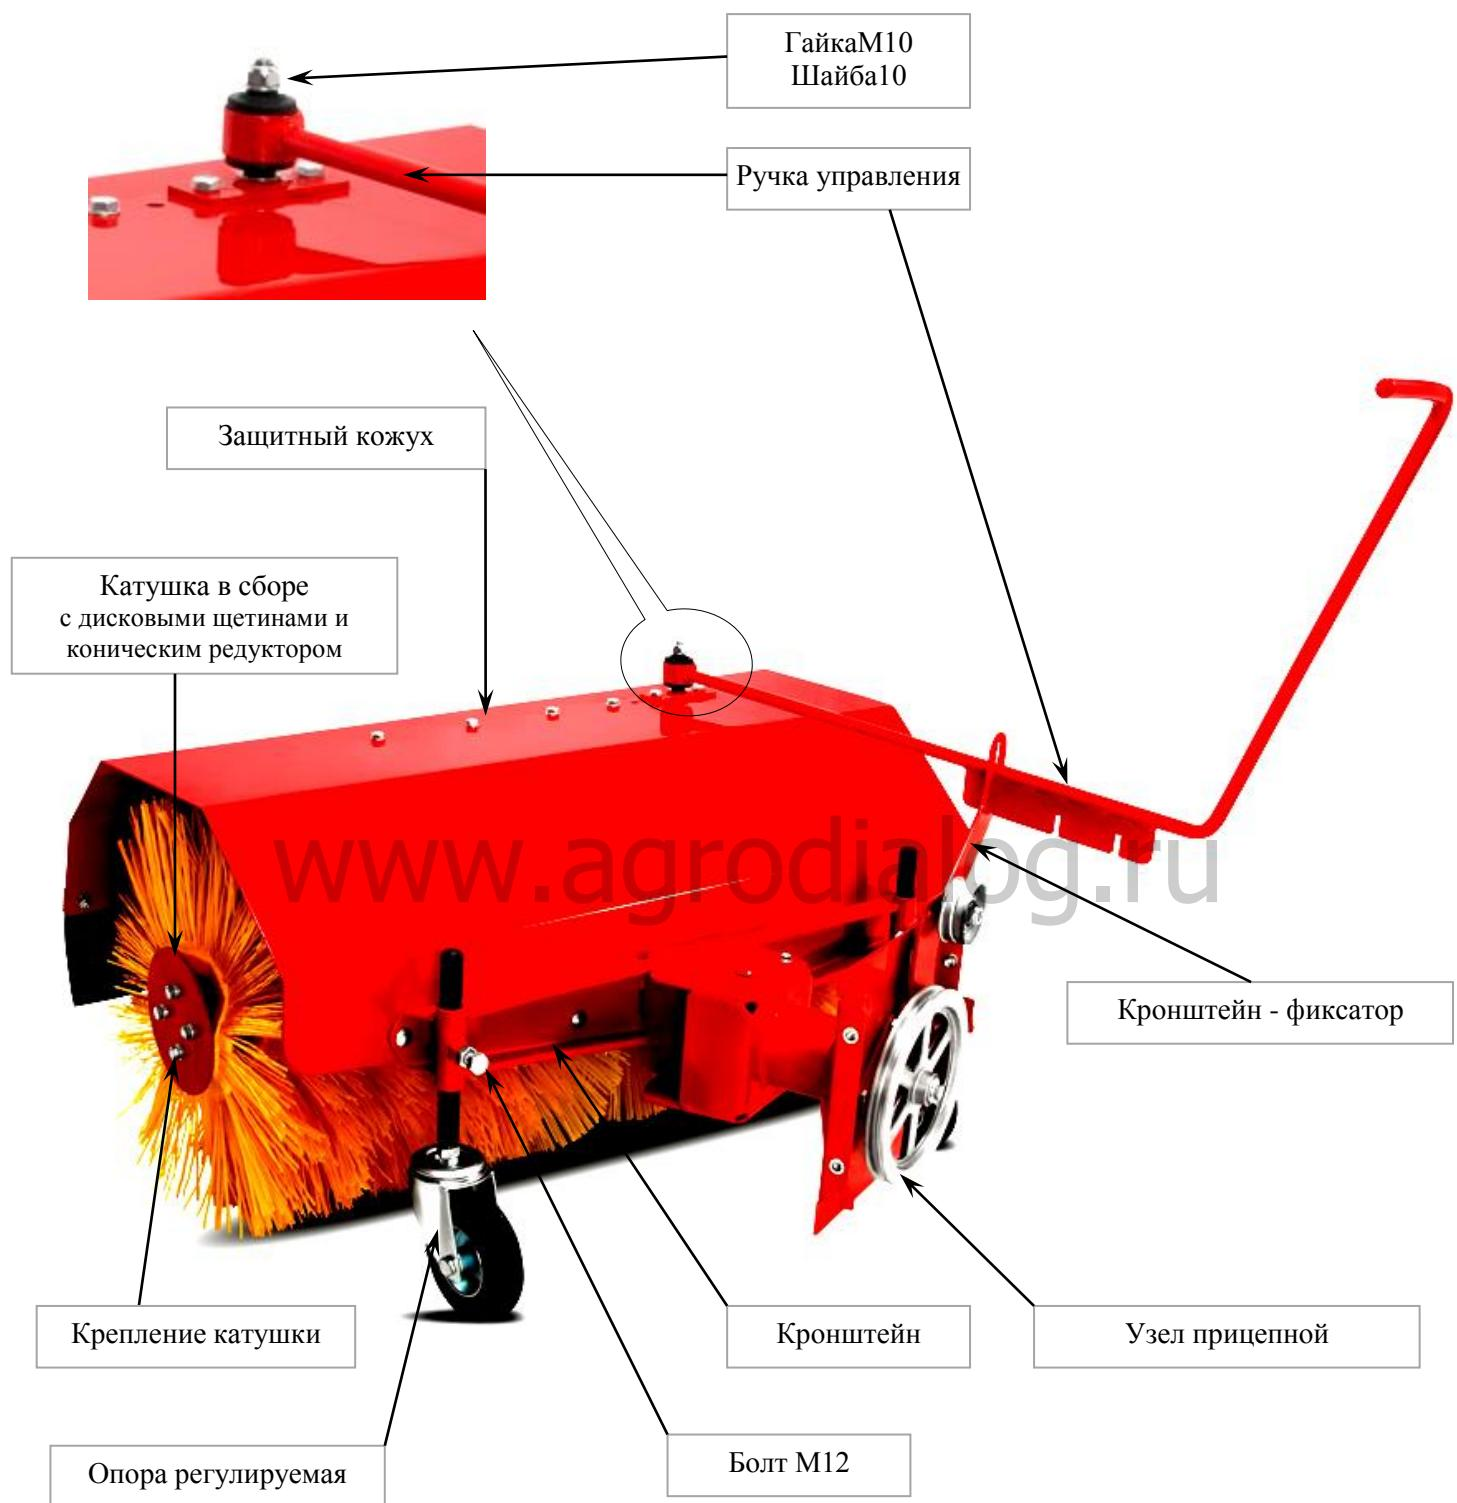
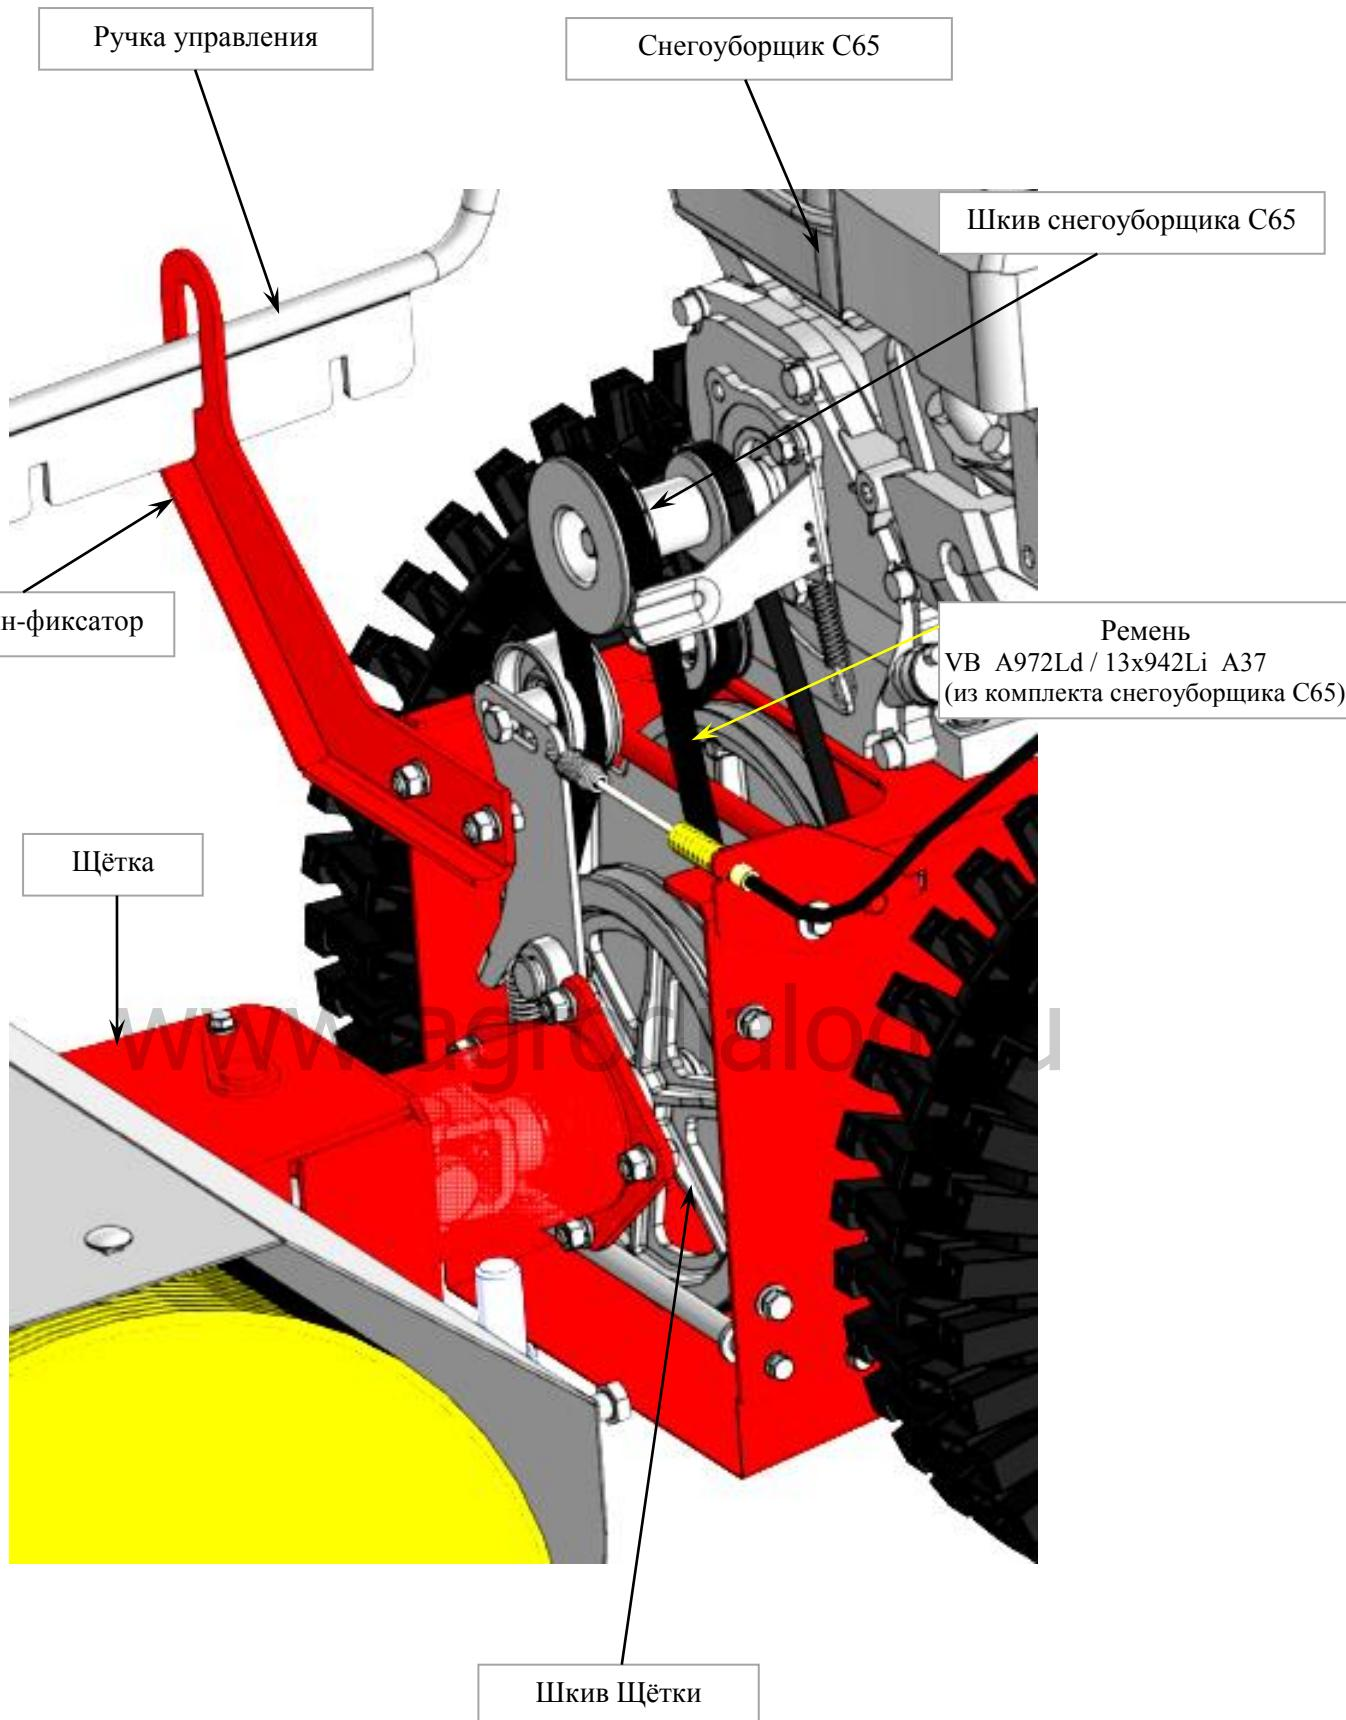

РИС.1 ЩЁТКА В СБОРЕ.
РИС.2 СХЕМА УСТАНОВКИ ЩЁТКИ НА СНЕГОУБОРЩИКЕ С65.
Щётка состоит из катушки в сборе с дисковыми щетинами и коническим редуктором, узла прицепного, защитного кожуха, ручки управления. (Рис.1).
2. Закрепите ручку управления на Щётке – смотри Рис.1.
3. Снимите со снегоуборщика С65 защитный кожух, стационарную насадку (роторный снегоуборщик) и на её место установите Щётку, натяните ремень (из комплекта снегоуборщика С65) на шкив Щётки и шкив снегоуборщика С65, закрепите Щётку – креплением из комплекта снегоуборщика С65, защитный кожух снегоуборщика С65 верните на место – смотри Рис.2, Рис.3.
- смотри Рис.1. По мере износа щетины щётки производите регулировку расположения щётки.
7.8 Разворот Щётки влево и вправо осуществляется ручкой управления. Поднимите ручку управления слегка вверх, чтобы паз ручки управления вышел из зацепления с кронштейном-фиксатором. При перемещении ручки управления на себя Щётка разворачивается вправо, при перемещении ручки управления от себя Щётка разворачивается влево. Выберите требуемое положение и зафиксируйте ручку управления в кронштейне с помощью паза. Средний паз предназначен для расположения Щётки фронтально. (Рис.1, Рис.2)
- снять крепление катушки – Рис.1